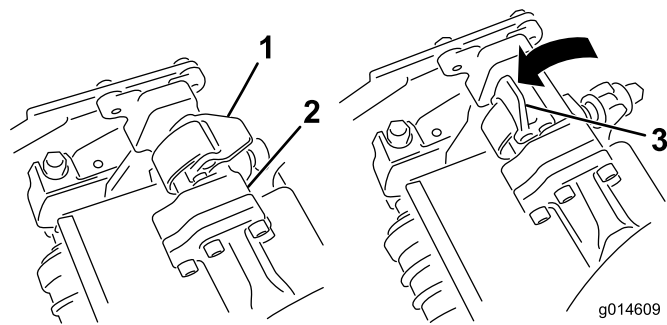
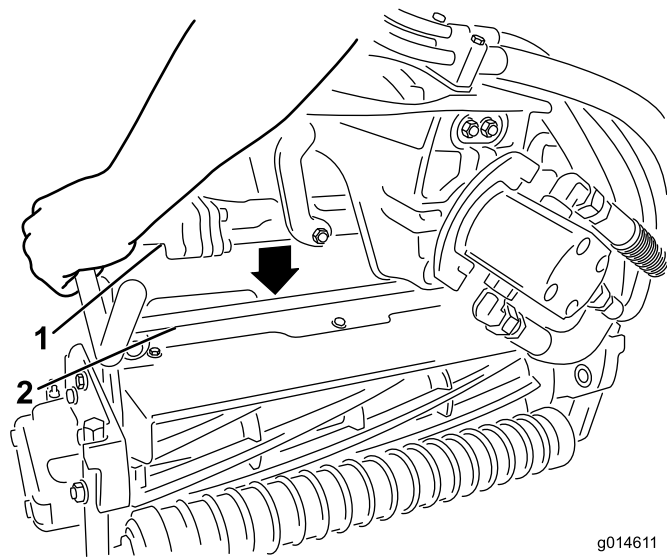

图 12
图 13
- 当悬挂臂架上的闭锁指向上方（即打开）时（图 12），向下压悬挂臂，使悬挂臂架与滚刀组上方的支架相契合（图 13）。
- 向下并绕着滚刀组架关闭闭锁，将它们锁定到位（图 12）。